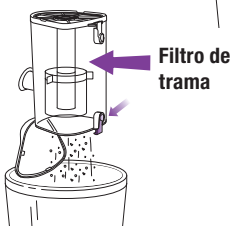

Fig. 22
- 3 Si es necesario, dé vuelta el recipiente para la tierra sobre el cesto de basura y presione el botón para abrir la tapa de arriba. **(Fig. 22)** Golpéelo suavemente para vaciar su contenido.